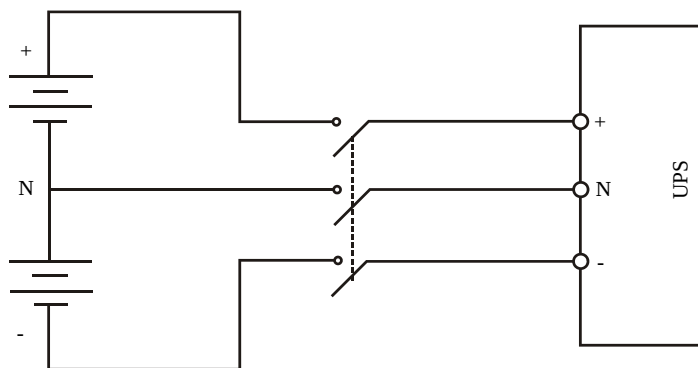
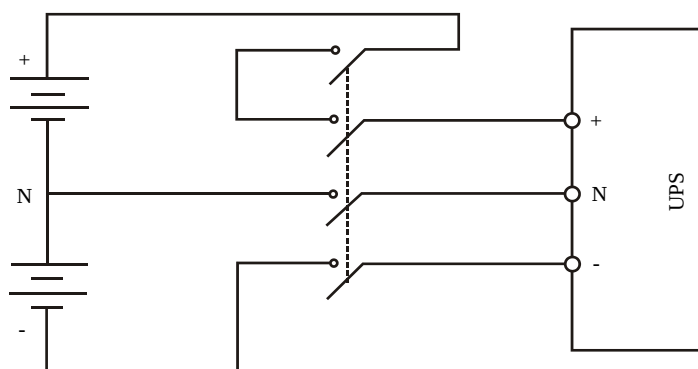

图6-3 电池、BCB 和 UPS 的接线图（电池端三线连接，30 节~34 节电池）
图6-4 电池、BCB 和 UPS 的接线图（电池端三线连接，36 节~40 节电池）
2. 当外置电池配置成中间抽头形式配线时（即从电池端引出 3 根线），推荐使用一个 4P 塑壳直流断路器，断路器直流额定电压要满足单极 250Vdc、两极 500Vdc、三极 750Vdc，额定极限短路分断容量为 35kA。如果电池节数为 30~34 节，为节约成本，电池、BCB 和 UPS 之间的连接可参照图 6-3。如果电池节数为 36 节~40 节，电池、BCB 和 UPS 之间的连接图可参照图 6-4。